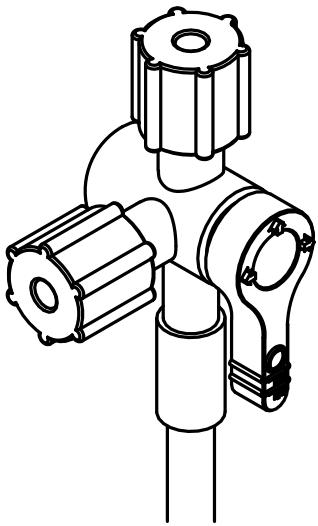

Рисунок 3. З-ходовий клапан у закритому положенні
6. Закрійте 3-ходовий клапан. Див. рис. 3.